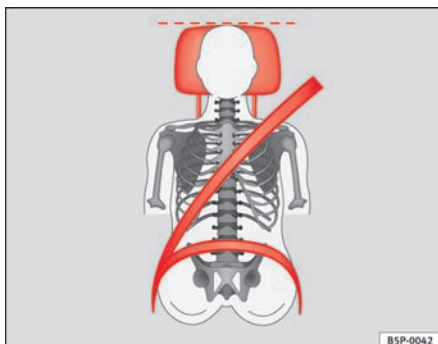
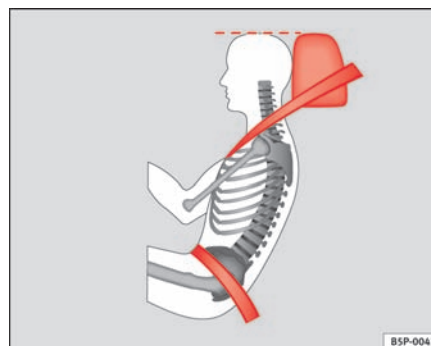

Fig. 90 Set forfra: Hovedstøtten er indstillet korrekt, og sikkerheds-selen er placeret rigtigt.
Fig. 91 Set fra siden: Hovedstøtten er indstillet korrekt, og sikkerheds-selen er placeret rigtigt.
- Indstil hovedstøtten således, at dens øverste kant er på højde med den øverste del af dit hoved eller mindst i øjenhøjde ⇒ fig. 90 og ⇒ fig. 91.